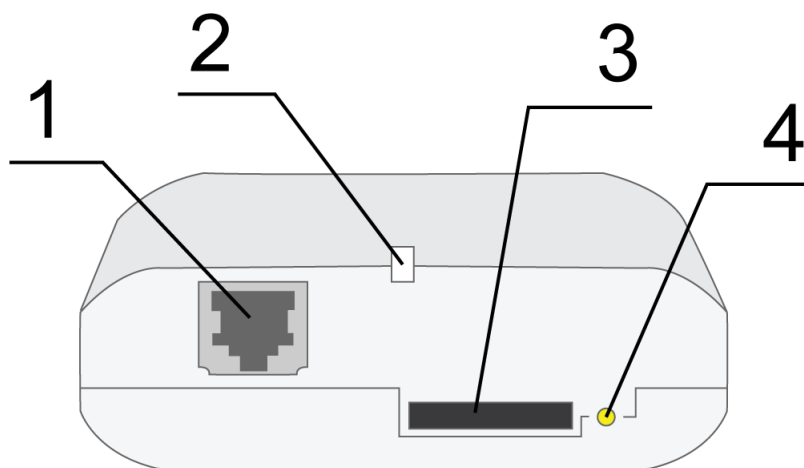
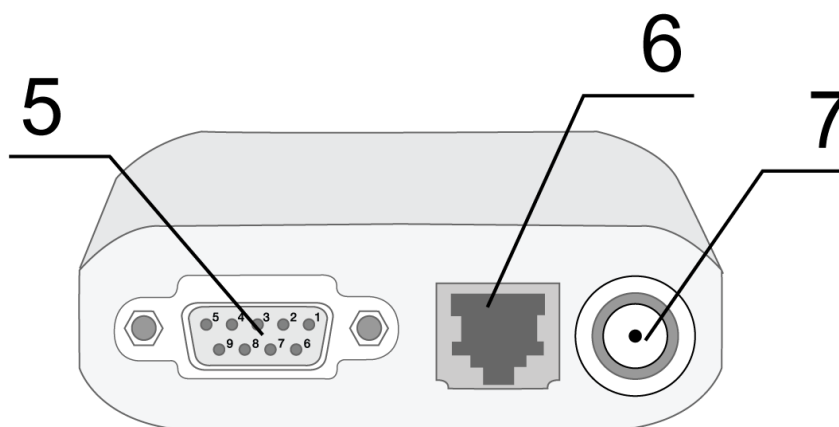

Рис. 2.4.1. Вид спереди
Рис. 2.4.2. Вид сзади
Модем MC52iWDT представляет собой компактное устройство, выполненное в пластмассовом корпусе. Внешний вид представлен на рис.2.4.1 и рис.2.4.2.
- достать SIM-лоток, нажав на кнопку извлечения SIM-лотка (рис.2.4.1);
Подключить GSM антенну и коммутирующий кабель (RS232). Подать питание на модем через разъем питания (рис.2.4.2). После подачи питания произойдет запуск модема, о чем сигнализирует зеленый индикатор частым миганием (табл.2.6.1). При снятом PIN-коде SIM-карты автоматически происходит регистрация в сети. После завершения регистрации модем переходит в рабочий режим, зеленый индикатор мигает реже.